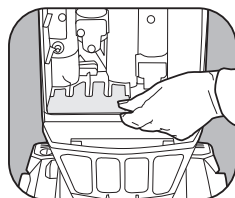

Fig. 3
2. Enlevez le filtre secondaire en le faisant glisser hors du support de sac (Fig. 3).